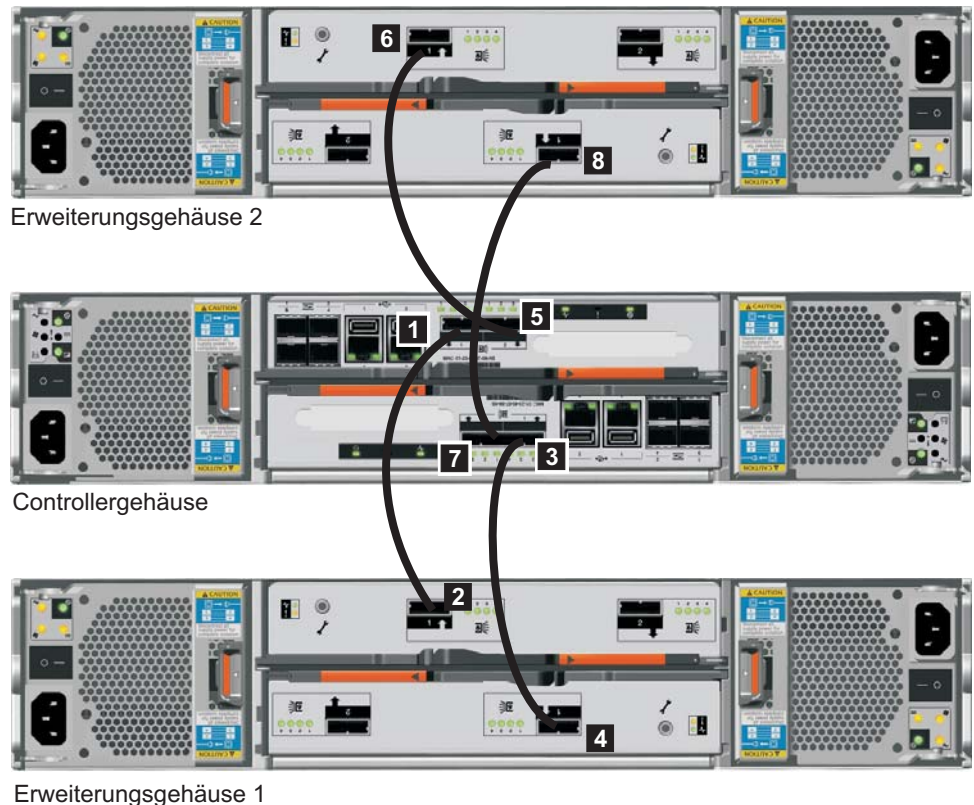

Abbildung 33. Zweites Erweiterungsgehäuse hinzufügen
3. Verbinden Sie die SAS-Kabel des Controllergehäuses mit dem zweiten Erweiterungsgehäuse, wie in Abb. 33 auf Seite 35 gezeigt. Das zweite Erweiterungsgehäuse befindet sich oberhalb des Controllergehäuses.